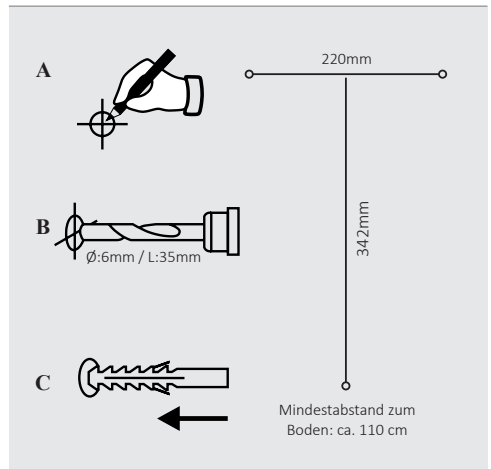

Abb.3: Anbringung
1. Markieren Sie die 3 Bohrlöcher unter Berücksichtigung der angegebenen Abstände (siehe Abb. 3).